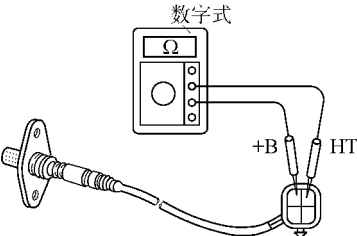

图 2-139 用欧姆表测量端子 +B 和 HT 之间的电阻
(1) 检查氧传感器加热器的电阻。使用欧姆表测量端子 + B 和 HT 之间的电阻，如图 2-139所示。